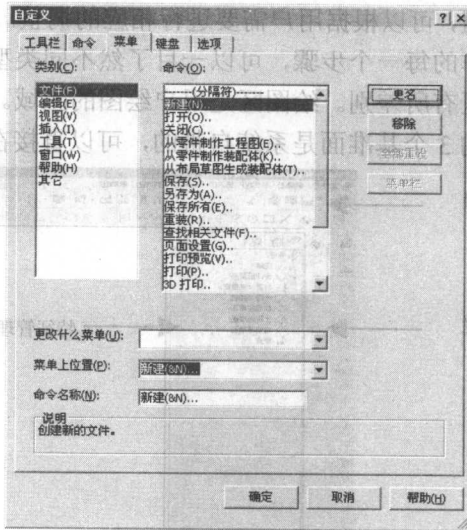

图 1-13 “自定义”对话框
(2) 设置菜单。此时系统弹出“自定义”对话框, 单击“菜单”标签, 如图 1-13 所示。根据需要对菜单进行修改。